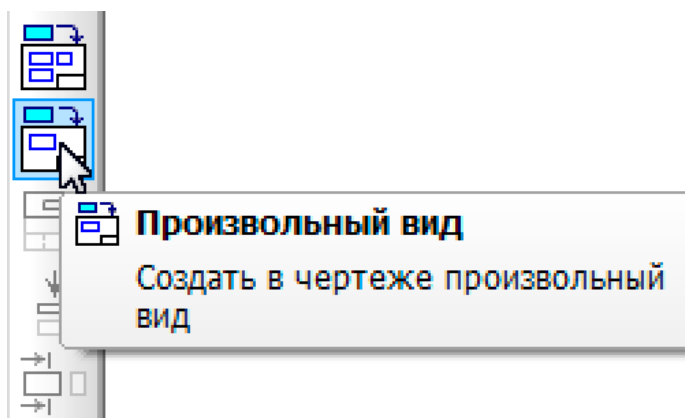

Рисунок 3.1.1. Команда Произвольный вид на панели инструментов Виды
2. Нажмите кнопку *Произвольный вид...* на инструментальной панели **Виды** (Рис. 3.1.1)